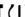

Abb. 131 Taste zum Einstellen des Reifendruck-Kontrollwertes
- Drücken Sie die Taste **SET**  ⇒ Abb. 131 länger als 2 Sekunden. Während des Drückens der Taste leuchtet die Kontrollleuchte . Gleichzeitig werden die Grundwerte gespeichert, was mit einem akustischen Signal und anschließendem Erlöschen der Kontrollleuchte  bestätigt wird.